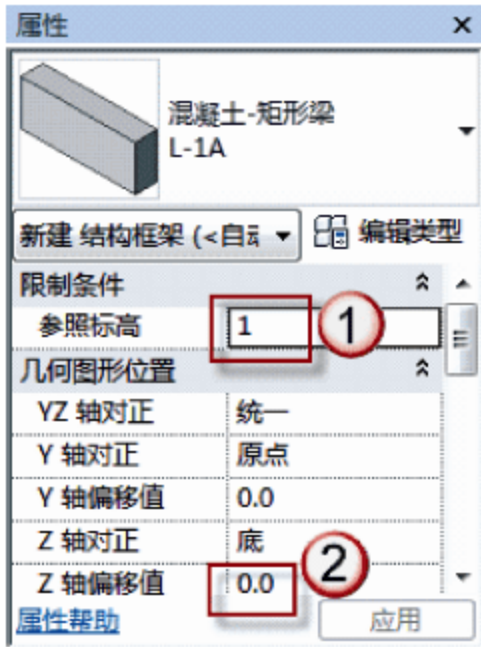
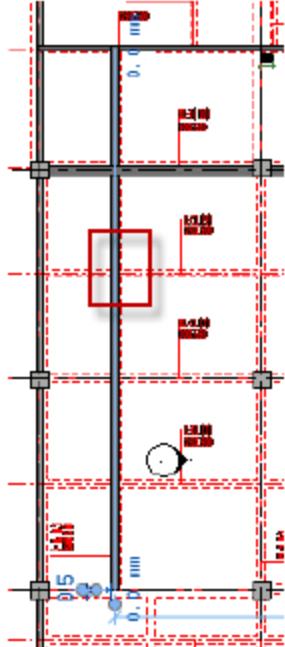

图 3.2.43 设置 Z 轴偏移值
图 3.2.44 绘制 L-1A
(21) 绘制 L-1A。选择“结构”→“梁”命令，在“属性”面板中调整参数标高 1，Z 轴偏移值为 0，如图 3.2.43 所示。找到 L-1A 的位置从一侧向另一侧绘制，如图 3.2.44 所示。